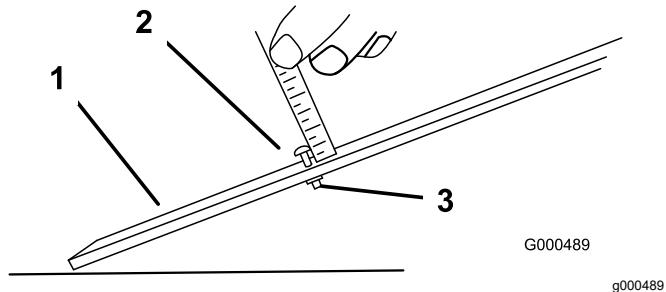

Figura 9
1. Afloje la tuerca de la barra de ajuste y ajuste el perno a la altura de corte deseada (**Figura 9**).